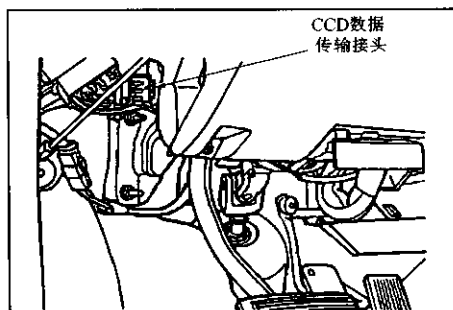

图 7-1-6 数据传输接头位置
(2)数据传输接头:该接头位于司机侧仪表板下面,见图 7-1-6。